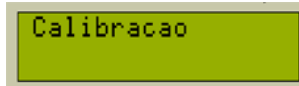

Figura 8.30: Tela inicial do sistema de calibração.
O período padrão de fábrica para Logoff é de 5 minutos, o menor valor é 1 minuto e o maior 59 minutos, para a alteração dos valores utilize as teclas (+) e (-) para gravar utilize a tecla (OK). A Figura 8.30 ilustra o tempo do período de inatividade.